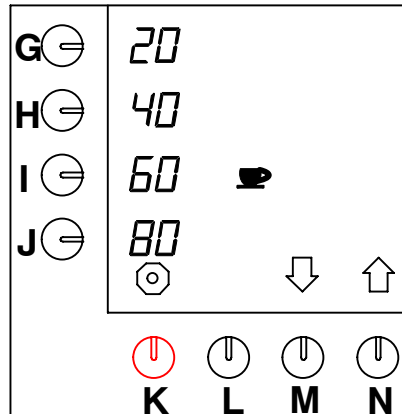

Abb. 25 Ändern der vorprogrammierten Wahl tasten für Tassen
- Drücken Sie auf die Wahl taste (N.)↑, bis Abb.25 im Display erscheint.